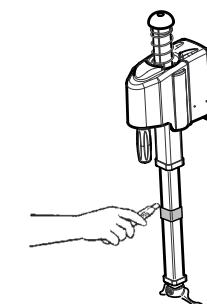

fig.26
- Appoggiare una mano sul cappellotto (situato in cima all'asta) e premere verso il basso; con l'altra mano togliere il tondino inserito tra il braccio e la torretta (v.fig.26).
- Rest one hand on the cap (on top of the rod) and push downwards. With the other hand remove the disc inserted between the arm and the head (see fig.26).
- Appuyer une main sur le capuchon (placé au sommet de la tige) et pousser vers le bas; de l'autre main ôter la rondelle placée entre le bras et la tourelle (v. fig. 26).
- Eine Hand auf die Haube (an der Stangenspitze) legen und nach unten drücken; mit der anderen Hand das Rundstück entfernen, das sich zwischen Arm und Drehkopf befindet. (Abb. 26).
- Ponga una mano sobre el sombrerete (colocado en cima de la barra) efectuando una presión hacia abajo, mientras con la otra mano saque la varilla colocada entre el brazo y la torre (vea la fig. 26).